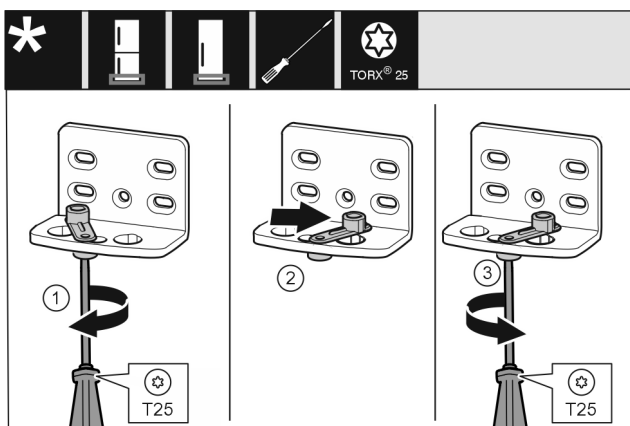

Fig. 10
- Aflojar el tornillo con el destornillador T25. Fig. 10 (1)
- Levantar el dispositivo auxiliar de cierre y girarlo 90° hacia la derecha en el orificio. Fig. 10 (2)
- Apretar el tornillo con el destornillador T25. Fig. 10 (3)